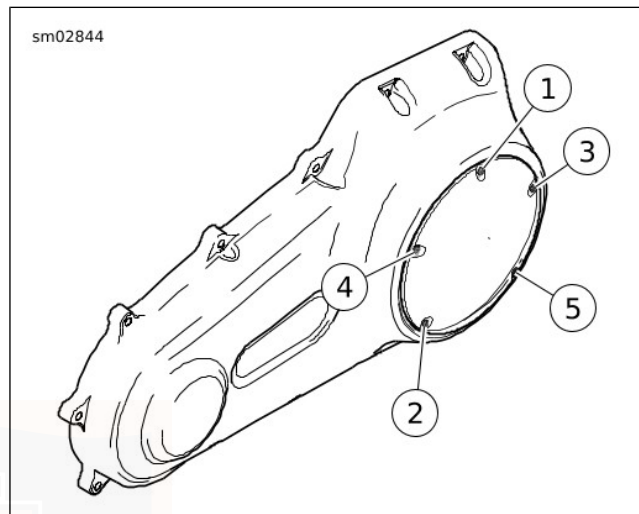

Figura 31. Sequenza di serraggio del coperchio della frizione
- c. Vedere Figura 31. Inserire la vite (con la rondella prigioniera) nel coperchio di accesso alla frizione e avvitarela con cautela nel foro della vite del coperchio superiore.
- e. Serrare in sequenza alternata le viti ad una coppia di 9,5–12,2 N·m (84–108 **in-lbs**) nella sequenza di serraggio riportata in Figura 31.